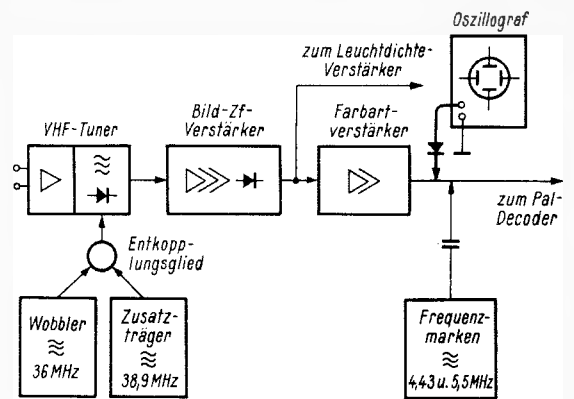

Bild 114. Meßanordnung bei Kontrolle der Gesamtdurchlaßkurve Bild-Zf-Verstärker - Farbartenverstärker
- 1 b. Am gleichen Punkt über einen Entkopplungswiederstand einen Zusatzträger von 38,9 MHz einspeisen (Bild 114).